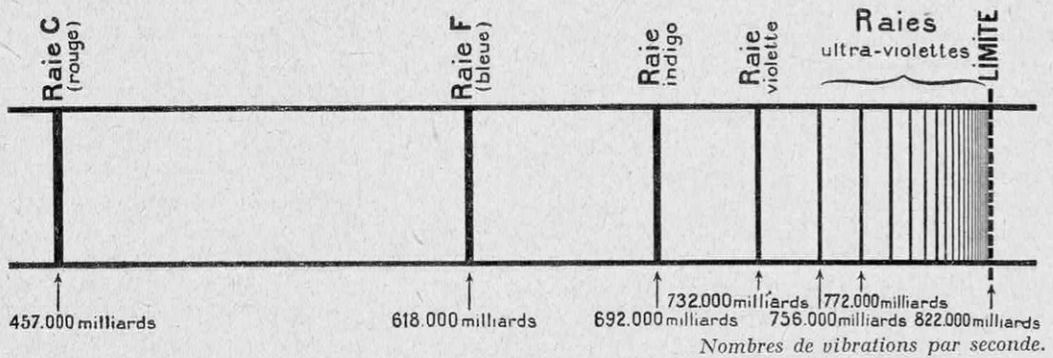
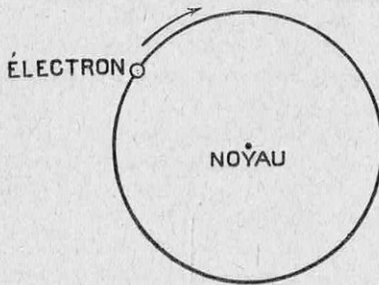

FIG. 6. — LES LUMIÈRES QUE RAYONNE LE GAZ HYDROGÈNE, LORSQU'ON LE MET DANS UN TUBE ET QU'ON Y FAIT PASSER UNE DÉCHARGE ÉLECTRIQUE
FIG. 7. — COMMENT ON IMAGINAIT QUE L'ATOME D'HYDROGÈNE ÉMETTAIT LA RAIE C
C'est en sautant de la troisième circonférence de Bohr à la deuxième que l'électron rayonne la raie C (fig. 6) et non (fig. 7) en suivant toujours la même trajectoire; en sautant ainsi, l'électron perd un « quantum ». De même, la raie F résultera du passage de la quatrième circonférence à la troisième (avec perte de deux quanta, cette fois-ci). Et ainsi de suite, en prenant toutes les circonférences de Bohr deux à deux.
J'ai montré dernièrement (1) comment, grâce à Maxwell, l'électricité avait complètement résolu le problème de la propagation de la lumière. Mais, en ce qui concerne l'émission et l'absorption, l'échec d'une interprétation électrique fut retentissant : l'électromagnétisme, qui, jusqu'alors, avait volé de triomphe en triomphe, aboutissait là à des impossibilités et des absurdités ! Non seulement, la théorie électromagnétique rendait incompréhensible le rayonnement des corps solides (tels que le filament d'une lampe à incandescence), mais la lumière rouge des tubes à néon, la lumière bleu verdâtre de la vapeur de mercure restaient tout aussi mystérieuses. Les gaz, comme le néon, la vapeur de mercure, l'hydrogène (fig. 6), émettent, en effet, des lumières complexes ; si on examine de tels tubes à travers une fente fine et un prisme, on aperçoit des raies qu'il est facile de repérer, mais que l'électromagnétisme, abandonné à lui-même, se refuse à retrouver par le calcul.
Nous nous bornerons à l'hydrogène, qui est le plus simple de tous les corps. La figure 6 représente l'ensemble de ses raies spectrales dans le visible et l'ultraviolet voisin : il émet une raie rouge très intense, la raie C du spectre solaire (ce qui prouve que le Soleil contient de l'hydrogène), trois raies dans le bleu et le violet, puis un grand nombre de raies ultraviolettes. Toutes ces radiations vont en se resserrant et en diminuant d'éclat ; elles finissent par se tasser en une limite qu'elles ne franchissent pas.
Pour l'électromagnétisme classique (fig. 7), il y avait émission de la raie C (457.000 milliards de vibrations par seconde), lorsque l'électron tournait autour du noyau à raison de 457.000 milliards de tours par seconde ; ce qui, pour un électron, est chose facile ! On pouvait même calculer le rayon de cette circonférence. Mais le malheur, c'est que *c'était absurde* : impossible de démêler les raies qu'avait l'électron de choisir cette circonférence plutôt que n'importe quelle autre ; impossible pour l'électron de s'y maintenir — ce qu'exige la précision de la raie C (fig. 6) — ; même, l'électron devait finir par se précipiter sur le noyau, par le jeu de l'attraction des contraires, et on tremblait devant l'éventualité d'une pareille catastrophe ! Bref, on nageait dans l'incohérence systématisée, et ce conflit avec l'expérience d'une théorie si harmonieuse, si féconde, avait quelque chose de tragique, de cornélien...
Tout d'abord, l'unité de la matière et la classification des éléments. Tout élément est formé des mêmes constituants : l'électron et le noyau d'hydrogène (fig. 7) ou proton. Je rappelle ailleurs (1) comment la transmutation, ce rêve des alchimistes du moyen âge, fut réalisée d'abord spontanément — ce sont les catastrophes radioactives —, puis artificiellement. Bref, la matière est une : elle s'est formée par condensation d'hydrogène, qui résulte lui-même de l'union des électricités de signes contraires (fig. 7). Comme conséquence théorique de ces nouvelles découvertes et, aussi, d'expériences sur les rayons X, tous les éléments se classent d'après le nombre croissant d'électrons qui gra-